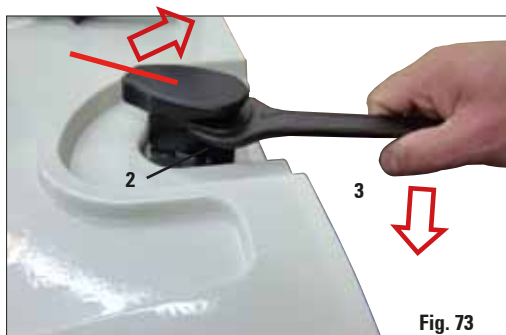

Fig. 73
- Applicare la chiave aperta sotto il blocco della storta (fig. 73, 2).
- Continuare a ruotare in senso orario il blocco della storta con l'aiuto di una chiave aperta (fig. 73, 3) e superare l'arresto (il perno di tenuta si rompe in corrispondenza del punto di rottura nominale).